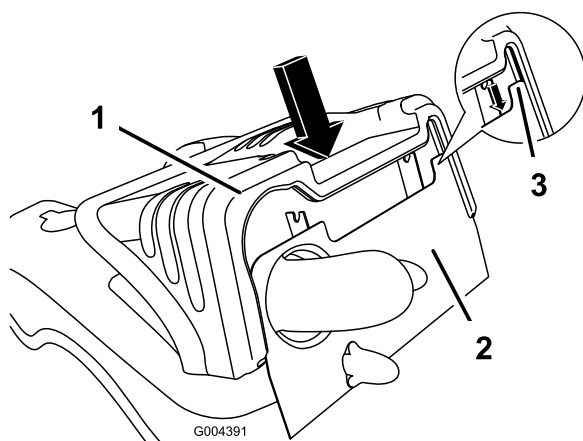

Figura 28
1. Per montare il cofano allineate l'intaglio del cofano con il telaio, e abbassate con cautela il cofano sul telaio (Figura 28). Prima di premere il cofano del motore, verificate che il telaio sia inserito correttamente nell'intaglio presente sul cofano. Premete con cautela per inserire il perno di fissaggio.